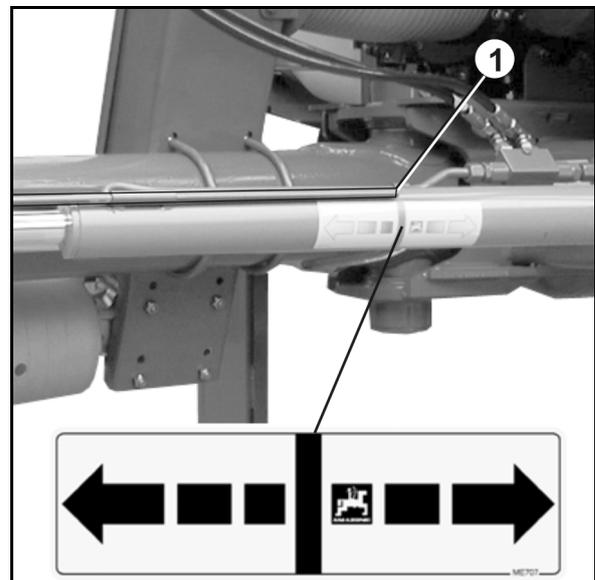

Рис. 39
1. Активизируйте блок управления *синий* трактора, пока дышло не установится в нейтральное положение (Рис. 39/1)